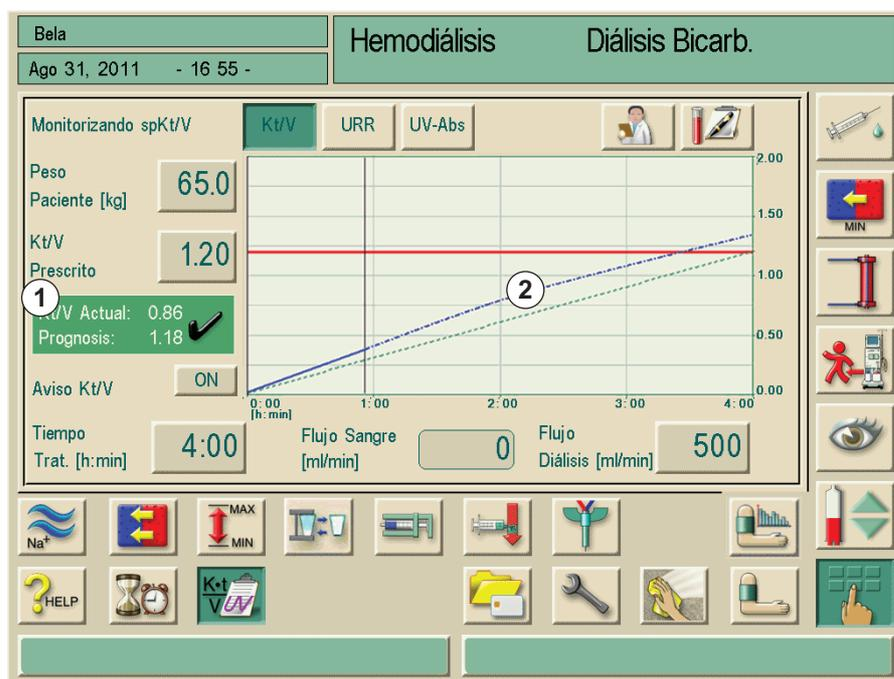

Fig. 11-16 Visualización numérica y gráfica del pronóstico
En modo de hemodiálisis (HD), el usuario recibe un "pronóstico" del valor estimado de Kt/V al final del tratamiento. Se muestra tanto numérica (Fig. 11-16, 1) como gráficamente (Fig. 11-16, 2). La línea azul de progreso se extenderá del estado actual del tratamiento para predecir el resultado del tratamiento.